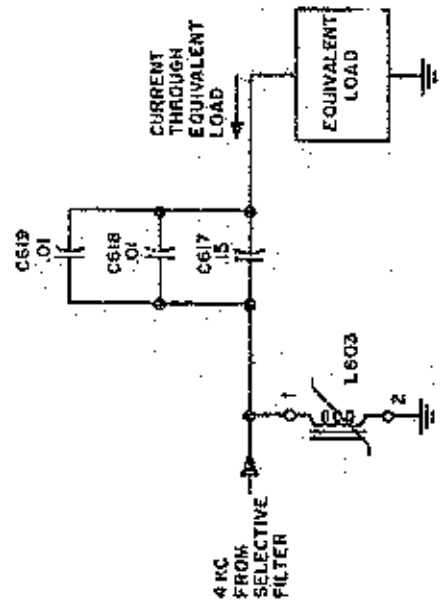

Fig.32 Circuito equivalente del generatore di armoniche
- Circuito della L603. (fig.32)